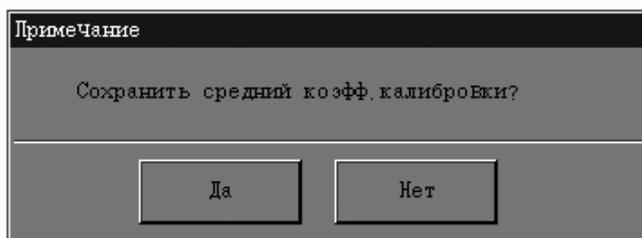

Рис. 9-12 Диалоговое окно
- Если новые коэффициенты калибровки (Среднее) попадают в допустимый диапазон, то при выходе с экрана **НАЖАТИЕМ** кнопки «Главный» или «Подсчет» откроется диалоговое окно «Сохранить средний коэфф.калибровки?» (Рис. 9-12).